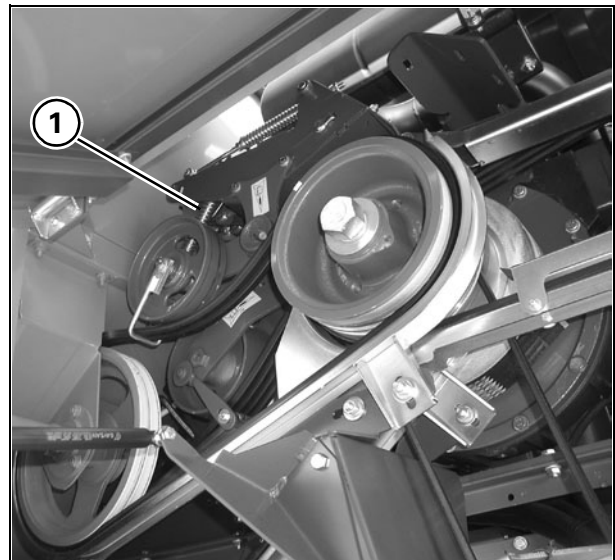
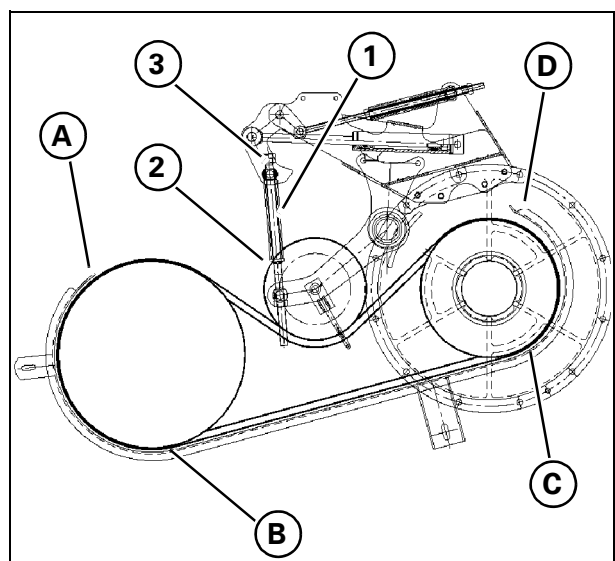

Рис. 7
Рис. 8
4.) РЕМЕННОЙ ПРИВОД РАЗГРУЗОЧНОГО ШНЕКА - Рис. 7 и Рис. 8